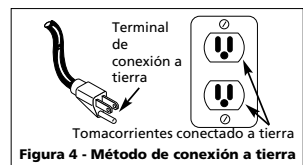

Figura 4 - Método de conexión a tierra
1. Este producto está diseñado para circuitos nominales de 120 voltios y tiene un enchufe para conexión a tierra similar al de la Figura 4. Cerciórese de